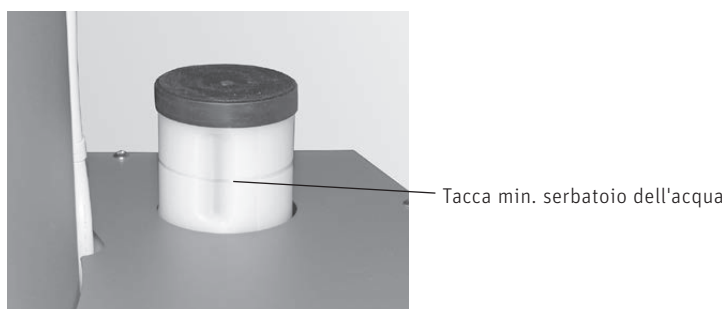

Fig. 68 Riempire il serbatoio dell'acqua
- ▶ Rimuovere il tappo del serbatoio dell'acqua e rabboccare – Fig. 68.